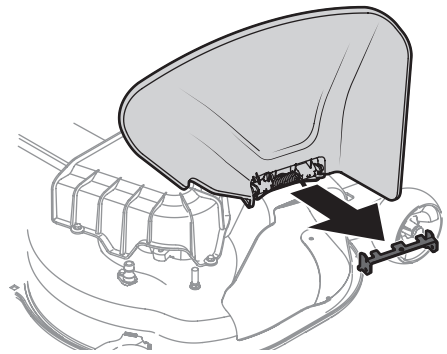

Figure 10
2. Relevez le déflecteur d'éjection et maintenez-le dans cette position pour enlever le support. Abaissez le déflecteur d'éjection et jetez le support. Voir Figure 10.